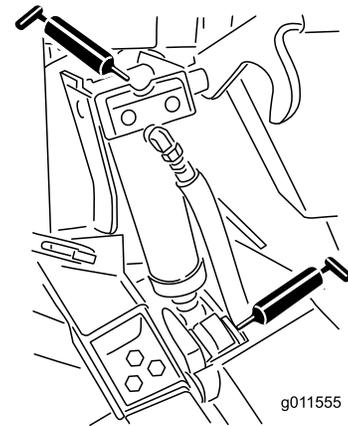

Figura 49
- 4 boccole del cilindro di sollevamento (Figura 49)